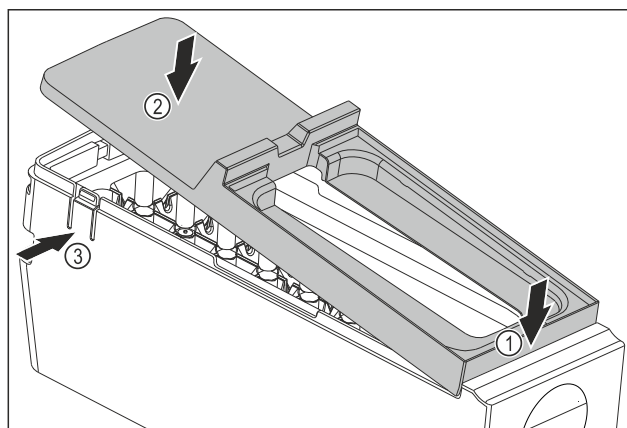

Fig. 93
- Montera skyddet på EasyTwist-Ice-enheten: Sätt in skyddet framtill. Fig. 93 (1)
- Sänk ned skyddet baktill. Fig. 93 (2)
- Skyddet hakar hörbart i båda skenorna Fig. 93 (3).